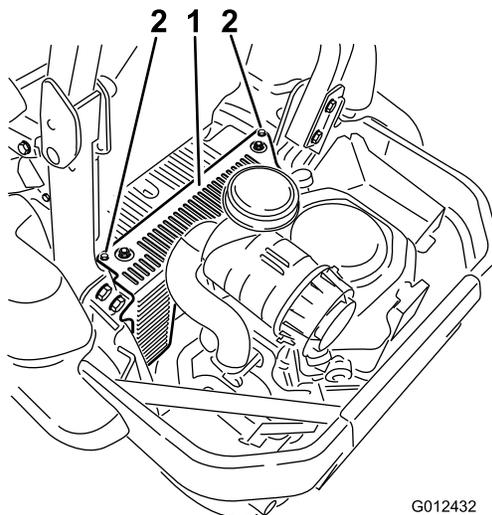

Figura 57
3. Retire o resguardo da unidade hidráulica e os 2 parafusos presos nele (Figura 57). Isto dá-lhe acesso à vela de ignição dianteira.
5. Instale o resguardo da unidade hidráulica do lado esquerdo (Figura 57).